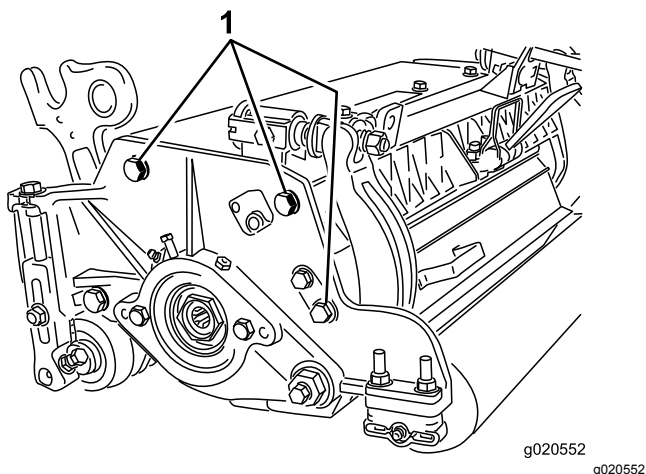

Figure 21
**Remarque:** La position du rouleau arrière par rapport au cylindre est contrôlée par les tolérances d'usinage des composants assemblés et le réglage du parallélisme n'est donc pas nécessaire. Un réglage limité est possible en plaçant l'unité de coupe sur un plan de travail et en desserrant les vis de fixation de la plaque latérale (Figure 21). Réglez et serrez les vis. Serrez les vis d'assemblage à un couple de 27 à 36 N·m.